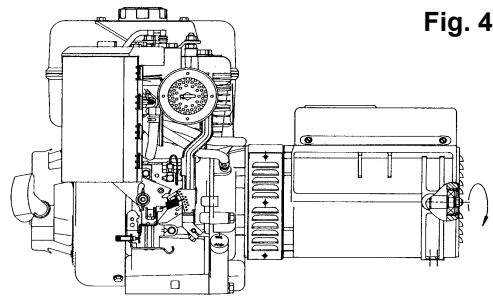

Fig. 4
-) Bloccare il tirante centrale applicando una coppia di serraggio pari a  $21 \pm 7\%$  Nm se si impiegano tiranti N8-5/16 24 UNF, mentre, se si impiegano tiranti M14x1.5, applicare una coppia di serraggio pari a  $120 \pm 7\%$  Nm; rimontare le retine di protezione laterali applicando sulle viti M5 una coppia di serraggio pari a  $3.5 \pm 7\%$  Nm e chiudere la griglia di chiusura posteriore con le viti autofilettanti 3.5x9.5 (fig. 4).
-) Block the central stay rod, applying a tightening torque of  $21 \pm 7\%$  Nm if you are using stay rods of N8 5/16 24 UNF, while if you are using M14x1.5 stay rods, apply a tightening torque of  $120 \pm 7\%$  Nm; remount the lateral protection nets, applying a tightening torque of  $3.5 \pm 7\%$  Nm on the M5 screws and close the closure grid with selfthreading screws 3.5x9.5 (fig. 4).
-) bloquer le tirant central en appliquant un couple de serrage égal à  $21 \pm 7\%$  Nm si on utilise des tirants N8-5/16 24 UNF, alors que si on emploie des tirants M14x1.5, il faut appliquer un couple de serrage égal à  $120 \pm 7\%$  Nm ; remonter les grillages de protection latéraux en appliquant sur les vis M5 un couple de serrage égal à  $3.5 \pm 7\%$  Nm et fermer la grille de clôture postérieure avec les vis autotaraudeuses 3.5x9.5 (fig. 4).
-) Die zentralen Stellschraube mit einem Drehmoment von  $21 \pm 7\%$  Nm blockieren, sollten N8-5/16 24 UNF Schrauben verwendet werden, während bei der Verwendung von M14x1.5 diese mit einem Drehmoment von  $120 \pm 7\%$  Nm anziehen; die seitlichen Schutznetze mit einem Drehmoment von  $3.5 \pm 7\%$  Nm der Schrauben M5 wieder montieren und den hinteren Schutzgrill mit 3.5x9.5 Schrauben schließen (Abb. 4).
-) bloquear el tirante central aplicando una pareja de cierre igual a  $21 \pm 7\%$  Nm si se emplean tirantes N8-5/16 24 UNF, mientras, si se emplean tirantes M14x1.5, aplicar una pareja de cierre igual a  $120 \pm 7\%$  Nm; reensamblar las retinas de protección lateral aplicando sobre los tornillos M5 una pareja de cierre igual a  $3.5 \pm 7\%$  Nm y cerrar la rejilla de cierre posterior con los tornillos autorroscantes 3.5x9.5 (fig. 4).